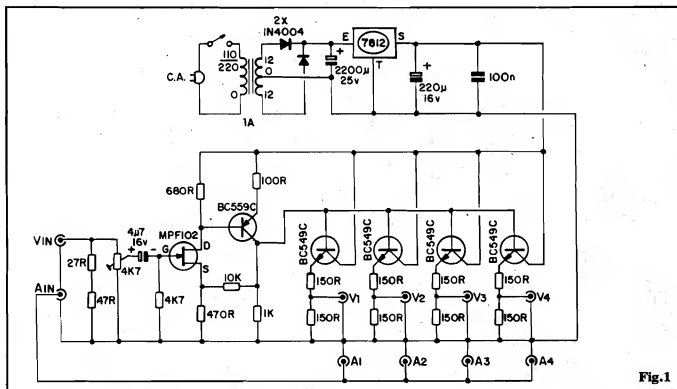

Fig.1
- FIG. 1 - DIAGRAMA ESQUEMÁTICO DO CIRCUITO
- Basicamente, como já foi dito, o módulo constitui um simples amplificador/distribuidor/compensador para os sinais de vídeo composto... Logo "de cara", junto à entrada "Vin" temos um simples conjunto resistivo de modo a adequar as impedâncias, com os resistores de 27R e 47R "empilhados", perfazendo 74 ohms (praticamente os 75 ohms nominalmente necessários...). Um trim-pot de valor relativamente alto (4K7), para não "carregar" o casador resistivo de entrada, dimensiona o sinal e o entrega, via capacitor de 4u7, ao gate de um transistor de efeito de campo comum (MPF102), previamente polarizado por resistor de 4K7 à linha do negativo da alimentação... O FET mostra excelentes características para tal função amplificadora, desde o bom manejo das frequências envolvidas (na região dos 5 MHz), até a elevada impedância de gate, necessária para não deturpar o sinal... Os terminais de dreno (D) e source (S) do FET estão respectivamente "carregados" por resistores de 680R e 470R... Um transistor bipolar comum, de alto ganho e baixo ruído (BC559C) encontra-se acoplado diretamente ao FET, com o auxílio dos resistores de polarização e realimentação (10K, 100R e 1K) de modo a promover um driver para os estágios finais de distribuição... Estes são formados por 4 transistores idênticos, todos BC549C, recebendo "paralelados" os sinais presentes no coletor do driver (BC559C). Notem que ganhos altos e uniformes são importantes nesses 4 transistores finais, caso contrário poderão ocorrer sérios "descasamentos" e distorções nos sinais apresentados nas Saídas... Estas são recolhidas nos emissores dos BC549C,